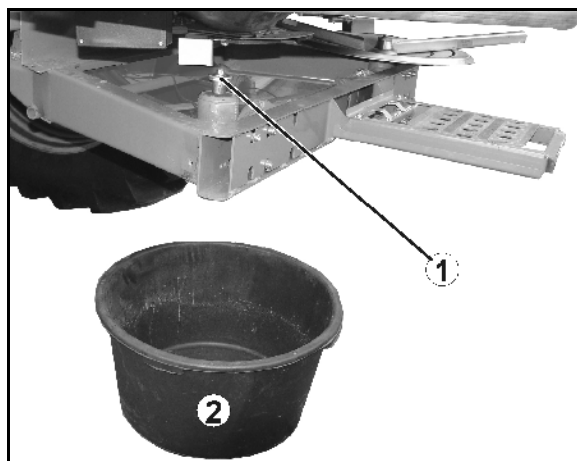

Рис. 52
2. Выверните барашковые винты (Рис. 52/1) обоих распределяющих дисков.
6. Установите бак (Рис. 52/2) для сбора удобрения под левое выпускное отверстие.